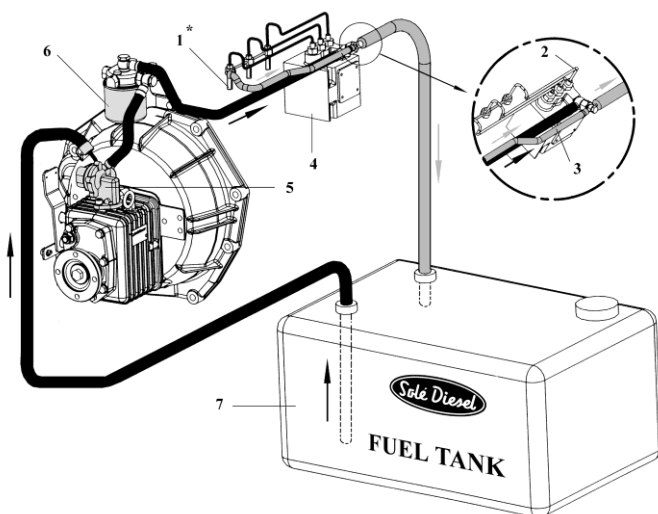
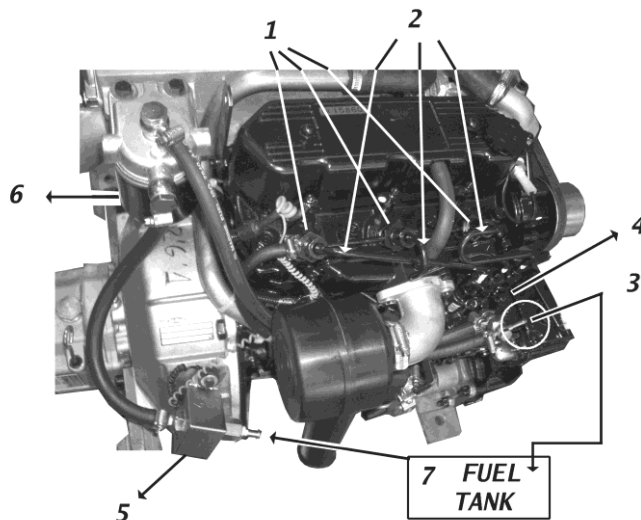

Fig. 2.4
Fig. 2.4A
### 2.4 BRÄNSLESYSTEM (fig. 2.4)
- (1) Insprutare
- (2) Tryckrör
- (3) Läckbränsleledning
- (4) Insprutningspump
- (5) Matarpump Se fig. 2.4 för motorer utrustade med mekanisk matarpump (Ronim-V, SMI-R2 och SMI-R3 backslag). Se fig. 2.4A för motorer utrustade med elektrisk matarpump
- (6) Bränslefilter
- (7) Bränsletank